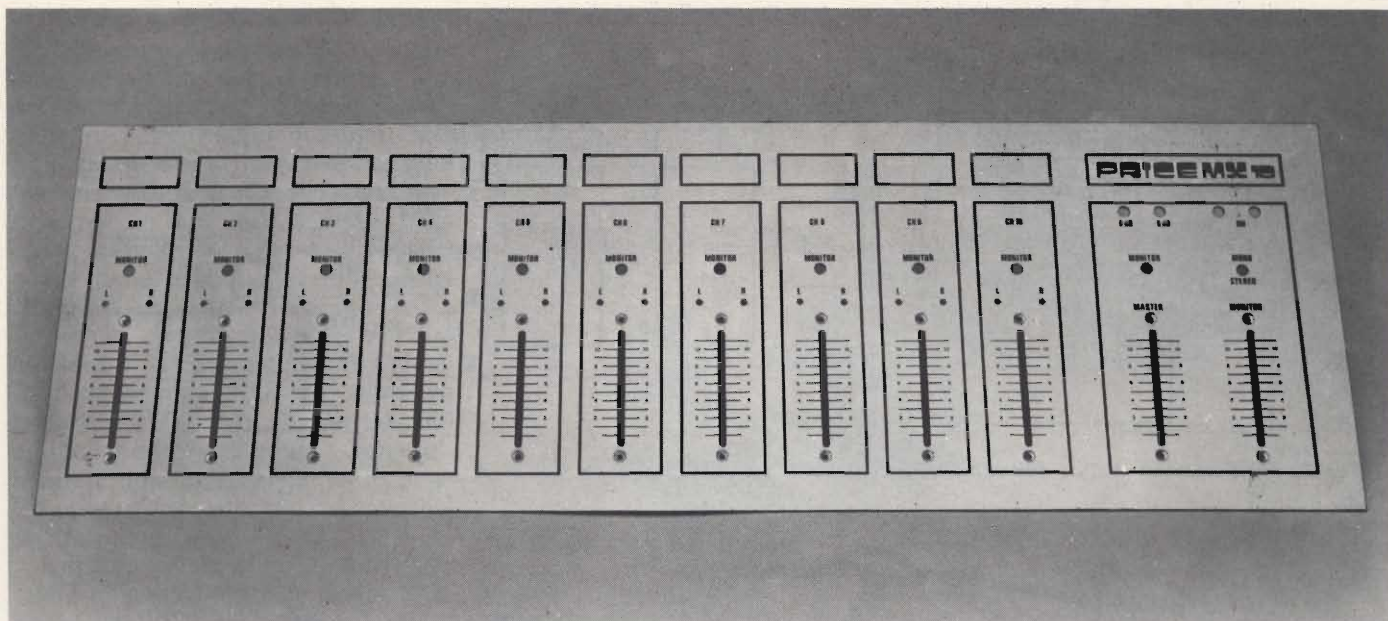

Fig. 5 - Pannello frontale in alluminio serigrafato che completa la realizzazione del mixer.
d) Scheda stadio mescolatore e monitor (MIXER-MONITOR S4). Il relativo piano di montaggio è in fig. 4. Trovano qui posto i componenti relativi ai circuiti di fig. 5/a, 5/b, 5/c e 5/d descritti nella prima parte dell'articolo. Nella parte in basso a sinistra della scheda è allestito lo stadio mescolatore, seguito (verso destra) dal potenziometro Master, dal doppio buffer di uscita, dal potenziometro di livello monitor e dal doppio amplificatore di monitor. Nella parte centrale della scheda troviamo il doppio deviatore di preascolto (a sinistra) e l'interruttore mono/stereo (a destra). Sulla parte alta a sinistra l'indicatore di sovraccarico e a destra i collegamenti di alimentazione.
In fig. 5 possiamo osservare il pannello frontale in alluminio serigrafato che, in unione con un contenitore di dimensioni adatte, completa il KIT offerto dalla redazione di Selezione. L'estetica risultante non è niente male, sul serio.